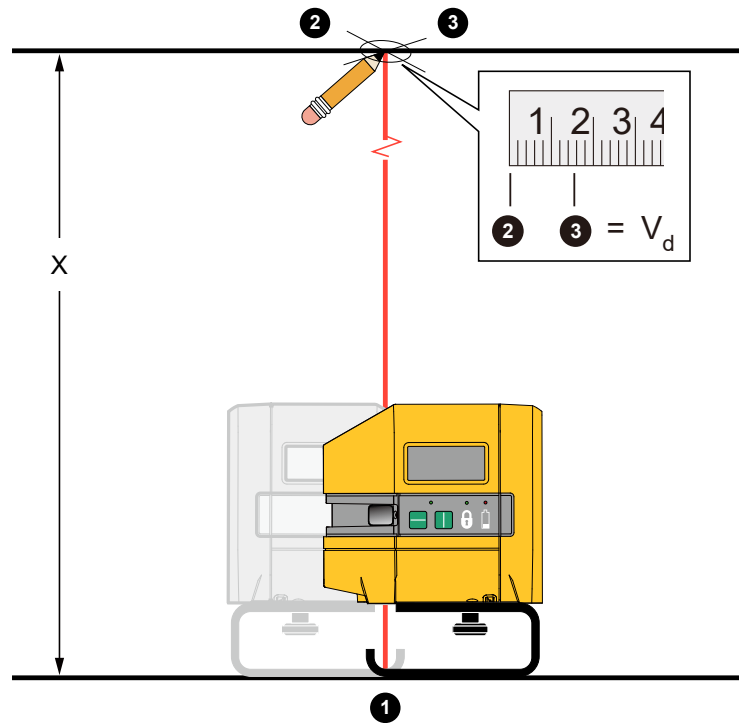

Afbeelding 8. Nauwkeurigheid van de verticale laser
3. Plaats een kruismarkering (markering 1) op de vloer die is gecentreerd ten opzichte van de markering op de bovendorpel van de deur. Zie Afbeelding 8.
7. Plaats een kruismarkering ① op de bovendorpel van de deur boven markering .
9. Plaats nog een kruismarkering ② op de bovendorpel van de deur boven markering 1.